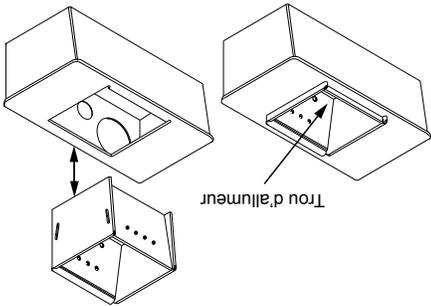

FIGURE 26
- Enlevez la section intérieure du pot de combustion en le prenant et en le levant tout droit (Figure 26).
- Remplacez la section intérieure dans le pot de combustion, assurez-vous qu'il est de niveau et poussé à fond, et que le trou d'allumage est vers l'arrière au remontage (Figure 26).